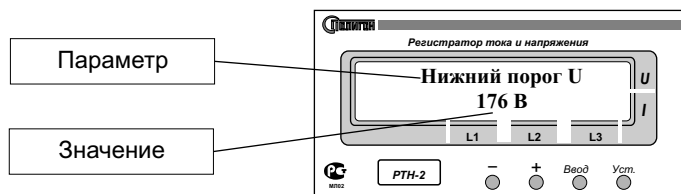

Рис.5
4.2.1. Для входа в режим программирования нажмите и удерживайте 3-5 сек кнопку «Уст.», при этом на дисплее высветится название параметра и его значение (Рис.5).